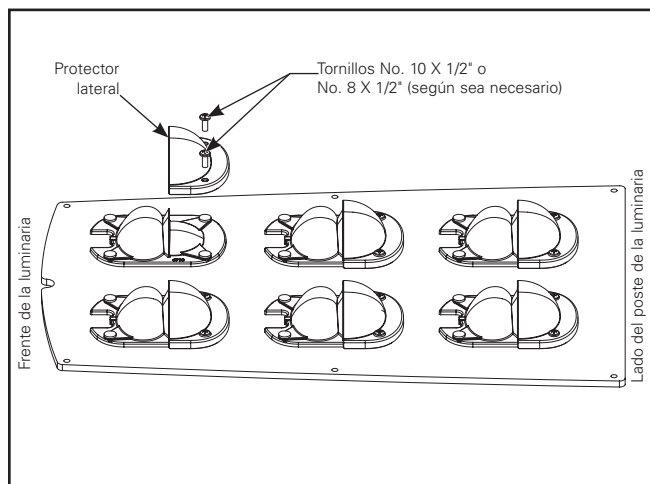

Figura 10.
**Nota:** El protector lateral SOLAMENTE debe instalarse en la parte posterior de las ópticas como se muestra en (Figura 10). NO lo instale en el otro lado de las ópticas.